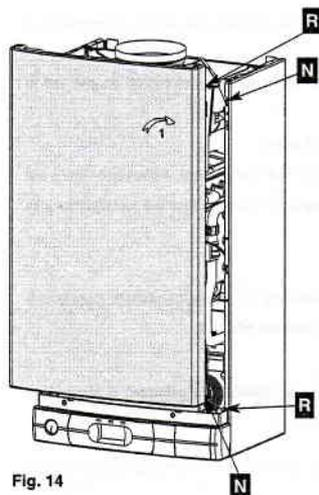

Fig. 14
- présenter la façade (fig. 14),